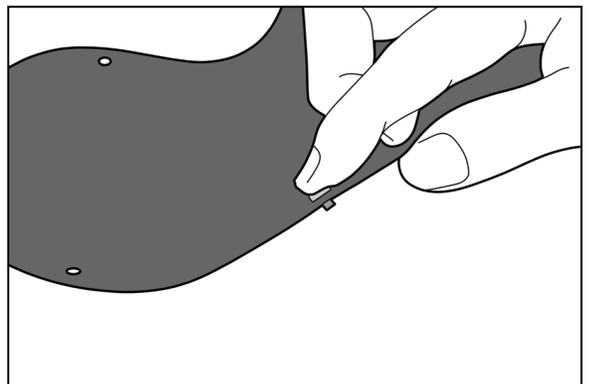

Fig. 3
Posizionare una (1) vite a testa svasata M3 attraverso il foro con la testa della vite sulla superficie interna. Tenere ferma la testa della vite con il polpastrello. (Fig. 3).